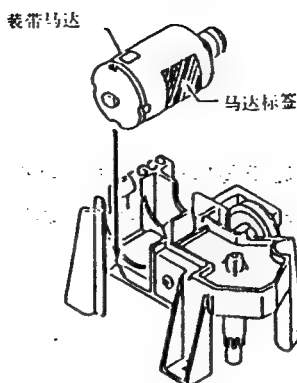

图1-71
1. 拆去装带马达后，按图1-71所示要求将一新的装带马达安装即位。
2. 按图1-71所示要求安置新准备的装带马达，使马达处于其标签即目可视之位置，并使装带马达轴的螺孔与装带装置上的突出部准确相对，带有箭头标记的马达尾端与之相互对齐。